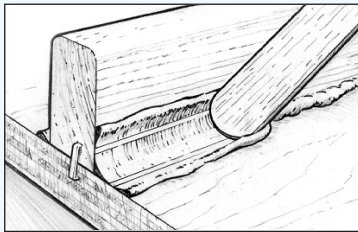

Figure 13 Façonner et lisser le congé
2. Modelez et lissez l'excédent d'époxy épaissi pour former un congé en utilisant le bout arrondi d'un outil (un stick de mélange est l'outil idéal) le long de la jointure. L'excédent de matériau est repoussé en avant de l'outil, laissant un congé en forme de gorge lisse, limité de chaque côté par une marge nette. Le petit surplus d'époxy restant à l'extérieur des marges (*Figure 13*) pourra être utilisé pour remplir les vides éventuels. Lissez le congé jusqu'à ce que vous soyez satisfait de son apparence. Un stick de mélange laissera un congé d'un rayon de 10 mm environ. Pour les congés plus larges, une spatule en plastique 808 découpée au profil ou arrondie au rayon désiré, sera idéale.